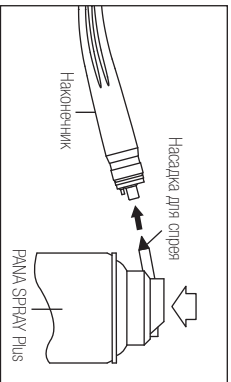

Рис. 11
- 3) Установите насадку для спрея на баллон со спреем (Рис. 11).
- 3) Смажьте наконечник при помощи RANA SPRAY Plus NSK (Рис. 11, 13) **или при помощи автоматической системы чистки и смазки наконечников от NSK.**